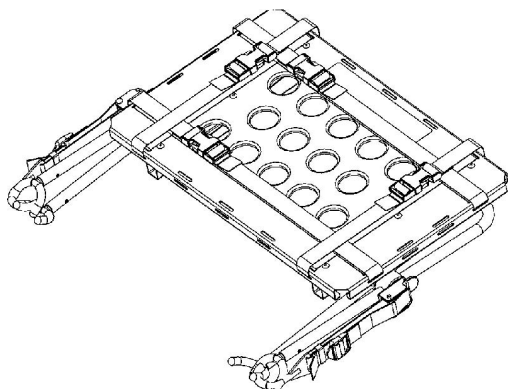

Figura 24 – Posizione ripiegata
1. Collocare la piattaforma in posizione ripiegata (Figura 24).